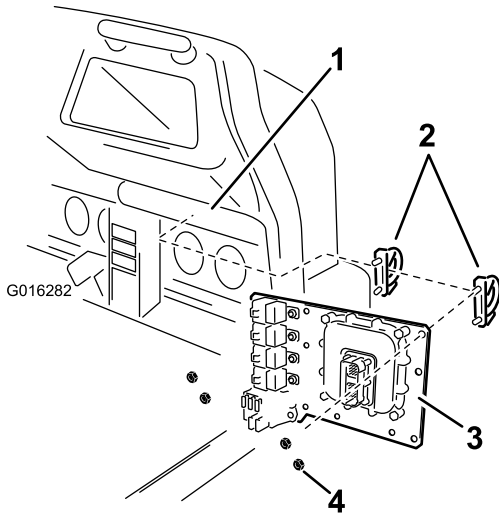

図 15
B. ワークマン 200 液剤散布システムでは、マウントプレートを取りつける ; Uボルト 2 本とナット (5/16 インチ) (2個) を使って () のように取り付ける。図 15